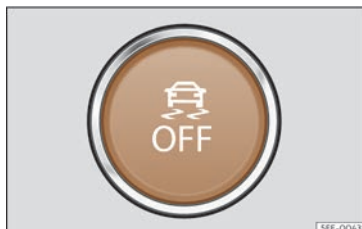

Fig. 118 A la part inferior de la consola central: botó per connectar/desconnectar l'ESC
- L'ESC en mode "Sport" es pot desconnectar i connectar mitjançant una pulsació curta al botó  de la consola central >>> **fig. 118**.
- L'ESC es pot desconnectar i connectar mitjançant una pulsació curta al botó  de la consola central >>> **fig. 118**.